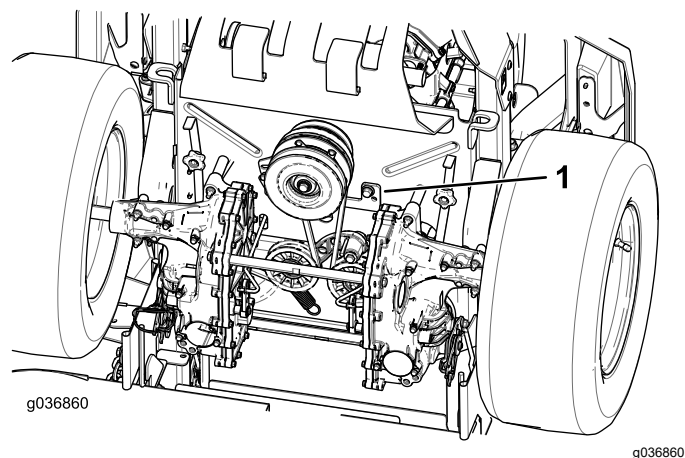

Figure 64
5. Déposez butée d'embrayage (Figure 64).
9. Reposez butée d'embrayage (Figure 64).